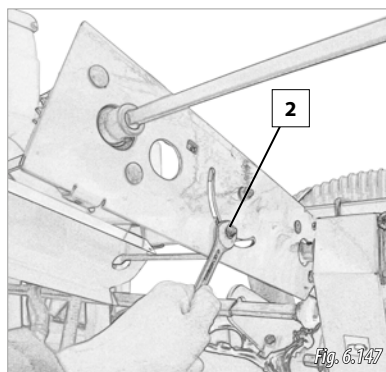

Fig. 6.147
- 2- Destensionați lanțul, pentru aceasta folosiți o cheie pentru piulița întinzătorului (2, Fig. 6.147).
- 4- Tensionați lanțul cu întinzătorul, fixați poziția acționând asupra piuliței (2, Fig. 6.147),